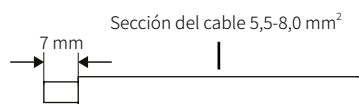

Fig. 45. Pelado del extremo del cable.
2. Pelar 7 mm. del manguito de aislamiento del cable de DC, tal como se muestra en la Fig. 45: